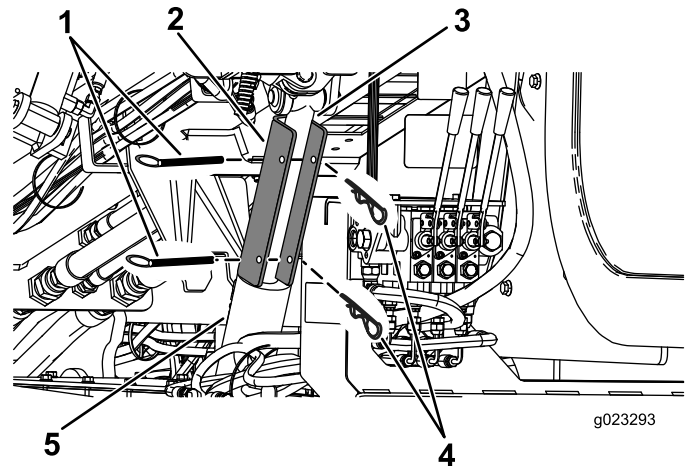

Figure 73
4. Placez le dispositif de blocage de vérin sur la tige du vérin (Figure 73).
5. Fixez le dispositif de blocage du vérin avec la goupille fendue et l'axe de chape (Figure 73).
4. Enlevez la goupille fendue et l'axe de chape qui retiennent le dispositif de blocage de vérin (Figure 73).